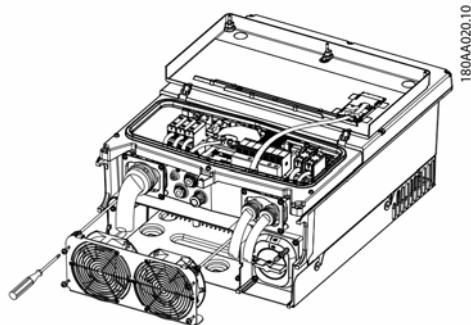

Figura 1.3
- Le ventole si trovano sul lato inferiore dell'inverter. Staccare le 4 viti (TX 20) che fissano il gruppo ventola. V. figura 1.3.